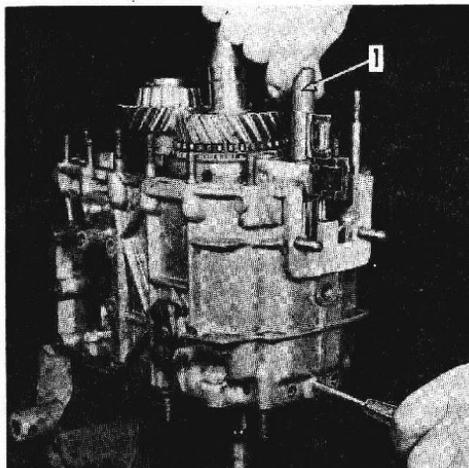

Fig. d-9
- Presionar mediante un destornillador el perno de traba (22) y deslizar el eje de cambios a través de su alojamiento trasero hasta que el perno de traba (22) calce en la ranura central del eje de cambios. (Ver Fig. d-9).